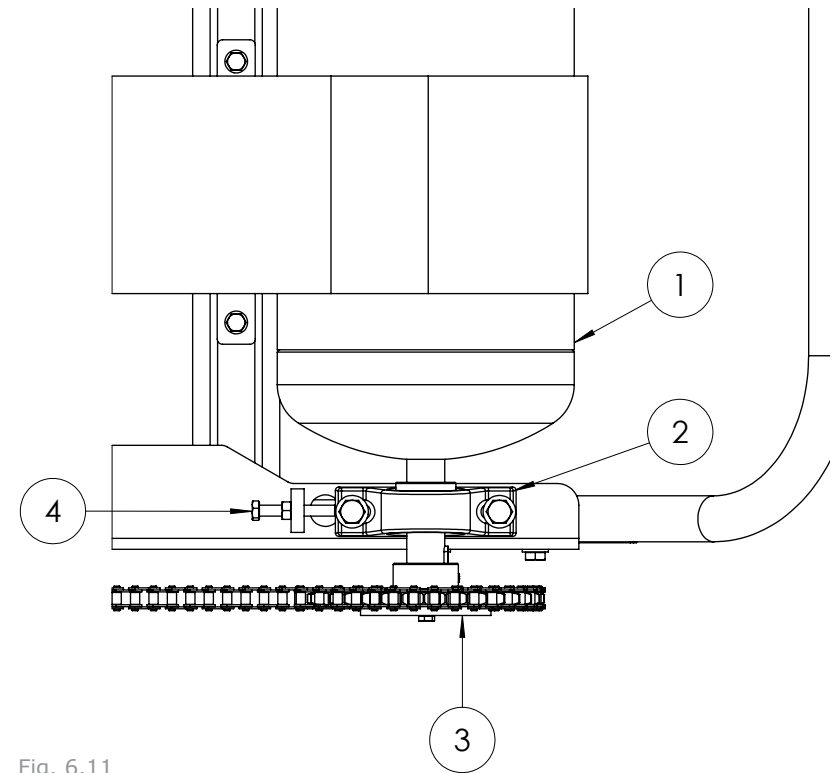

Fig. 6.11
**Tensado de la cadena** (consulte la Fig 6.11)